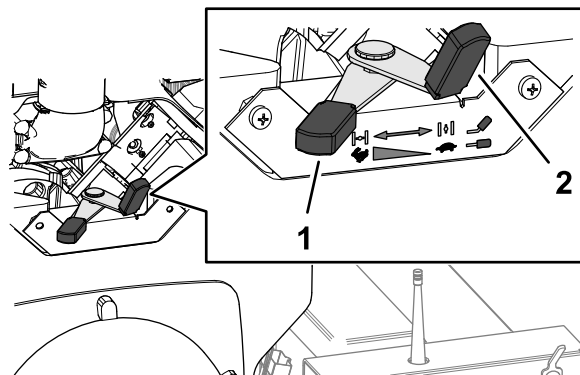

Figura 15
2. Dacă motorul este rece, mutați maneta de oc (Figura 15) în poziția PORNIT.
3. Deplasați maneta de accelerație (Figura 15) la jumătatea distanței dintre pozițiile Lent și Rapid.